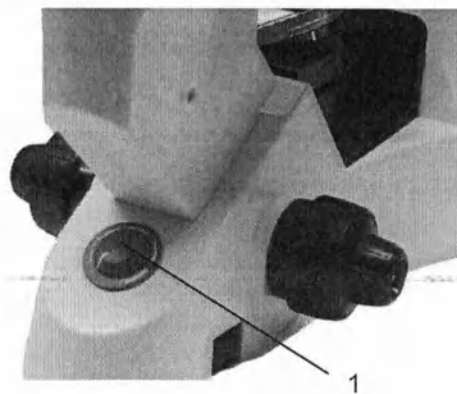

Рисунок 17
4-1-2 Настройка яркости освещения (рис. 17)
Поверните кнопку регулирования яркости (1)(рис.17) по часовой стрелке, чтобы увеличить яркость, и против часовой стрелки, чтобы уменьшить ее.